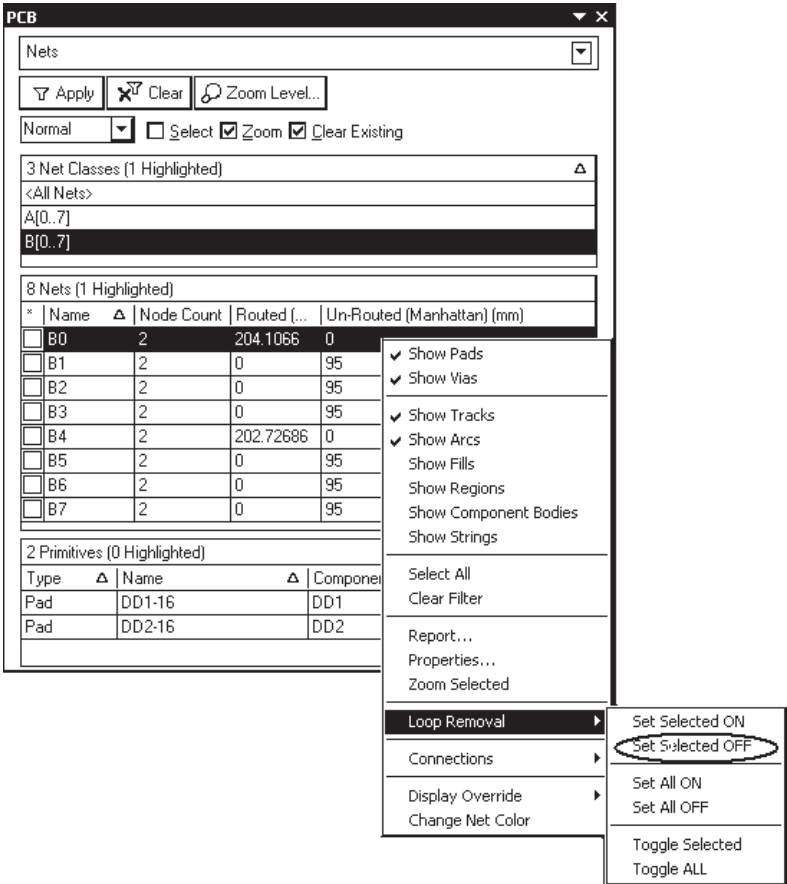

Рис. 6.28. Защита цепи от удаления петель
- указать курсором трассу, подлежащую защите, щелчком правой кнопки мыши вызвать контекстное меню (рис. 6.28) и выбрать в нем команду **Loop Removal | Set Selected OFF** (Устранение петель | Отключить для выбранных).